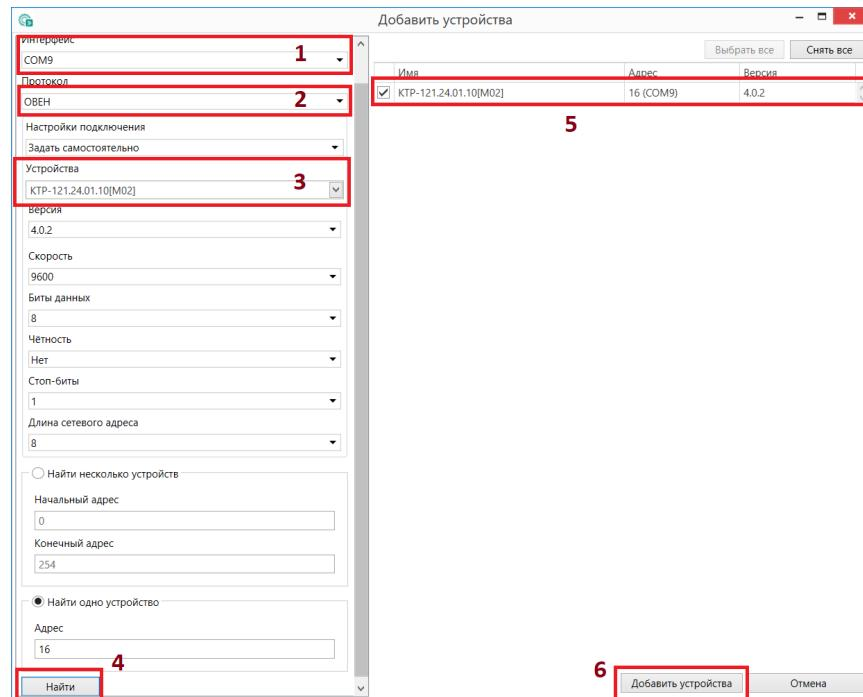

Рисунок 6.1 – Настройки связи с устройством
6. Выбрать интерфейс «Устройство с последовательным интерфейсом USB» (см. рисунок 6.1, 1). Номер COM порта, присвоенный прибору можно узнать в Диспетчере устройств Windows.
7. Выбрать протокол **ОВЕН** (см. рисунок 6.1, 2).
8. Выбрать устройство (Пункт 3 на рисунок 6.1). Модификация КТР-121 указана на боковой стороне прибора.
9. Выбрать «Найти одно устройство», если добавляется один прибор. Запустить поиск нажатием на кнопку «Найти» (см. рисунок 6.1, 4).
10. Выделить найденное устройство (см. рисунок 6.1, 5).
11. Добавить устройство в проект Конфигуратора по нажатию кнопки «Добавить устройство» (см. рисунок 6.1, 6).
1. Нажать на кнопку **Обновить устройство** в контекстном меню выбранного устройства или в главном меню. Откроется диалоговое окно для смены встроенного ПО устройства. Допускается обновление одного или нескольких устройств. Устройства следует выделить в области устройств (см. рисунок 6.1, 5) и выбрать **Обновить устройство** в контекстном меню или главном меню.